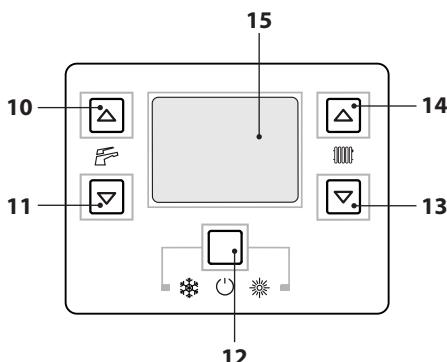

Рисунок 2.5
- Держать нажатой в течение 2 сек. кнопку 12, пока на дисплее не появится символ (Рисунок 2.5).
Регулировать температуру воды для отопления можно посредством кнопок 13 (уменьшение) и 14 (увеличение), см. (Рисунок 2.5), начиная с минимум 38 °C и до максимум 85 °C. При нажатии одной из двух кнопок на дисплей выводится установленное значение, при повторном нажатии можно его изменять.
В любом случае, если комнатная температура слишком низкая или слишком высокая, можно увеличить или уменьшить температуру отопления на $\pm 15^{\circ}\text{C}$ при помощи кнопок 13 (уменьшение) и 14 (увеличение), см. (Рисунок 2.5).
Регулировать температуру воды в системе горячего водоснабжения можно при помощи кнопок 10 (увеличение) и 11 (уменьшение), см. (Рисунок 2.5), начиная с минимум 35°C и до максимум 60°C . При нажатии одной из двух кнопок на дисплей выводится установленное значение, при повторном нажатии